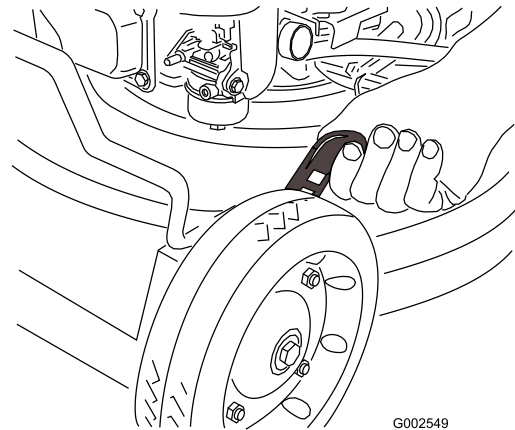

Figura 18
1. Tire de la palanca de ajuste de la altura de la rueda hacia la rueda (Figura 18) y muévela a la posición deseada.